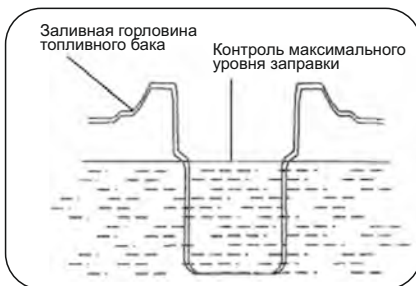

Рис. 9
- Залейте топливо примерно на 2-3 сантиметра ниже края горловины для его возможного расширения при нагреве (рис.9).